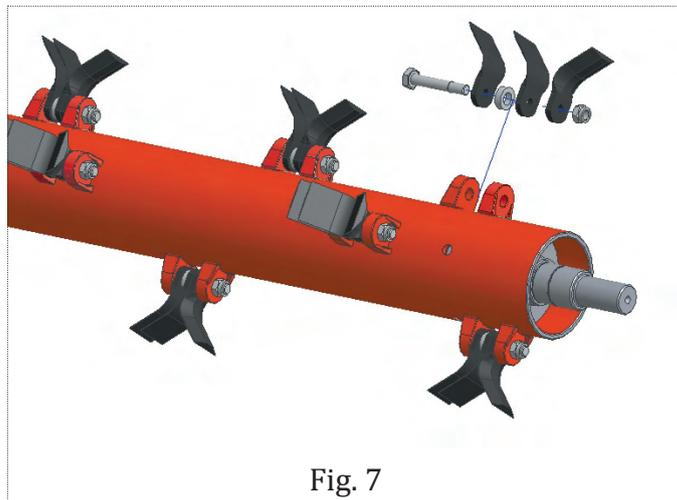

Fig. 7
- Togliere il dado 1 (Fig. 7) del bullone che fissa la mazzetta usurata, facendo attenzione, nella fase di montaggio, di riposizionare la mazzetta nuova nella stessa posizione
- Togliere il dado 1 (Fig. 7) del bullone che fissa le zappette usurate, facendo attenzione ai vari componenti ed in particolare alla posizione dei distanziali 2 (Fig. 7), nella fase di montaggio, di riposizionare le zappette nuove e componenti nella stessa posizione